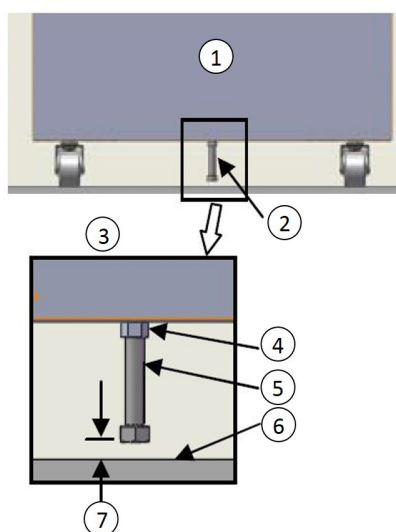

Abbildung 2. Position der Schraube
- b. Lösen Sie die 1/2" Schraube, bis zwischen dem Boden und dem Kopf der Schraube gut 1 cm Platz ist, wie dargestellt in *Abbildung 2* unten.